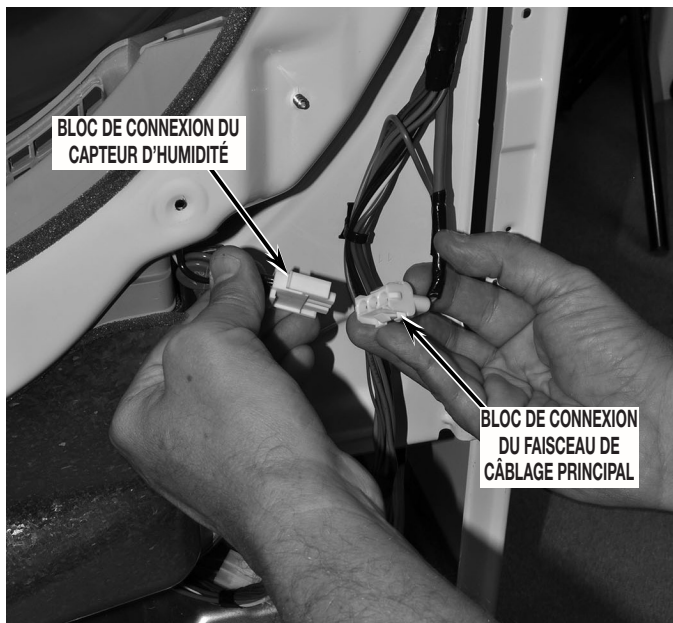

FIGURE 12
12. Débrancher le connecteur du capteur d'humidité du bloc de connexion du faisceau de câblage principal situé en bas/à droit de la sécheuse. Voir la Figure 12.